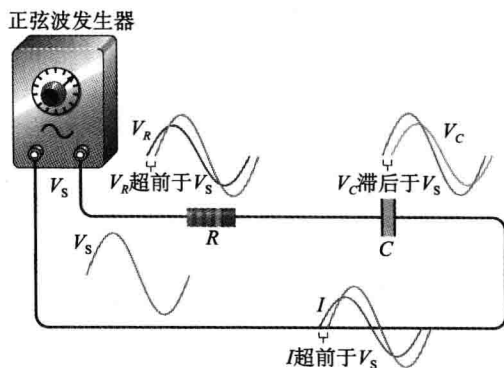

图 10-1 V_R 、 V_C 和 I 相对于源电压的一般相位关系正弦响应演示, V_R 和 I 同相位, V_R 和 V_C 相位差 90°
如图 10-1 所示的 RC 串联电路, 电阻电压 (V_R)、电容电压 (V_C) 和电流 (I) 都是与电源频率相同的正弦波。由于电容的原因电路中引入了相移, 我们已经学习过, 电阻的电压和电流是同相位的, 并且相位超前于电源电压。电容电压滞后于电源电压。电流和电容电压之间的相位角为 90° , 电路中一般相位关系如图 10-1 所示。